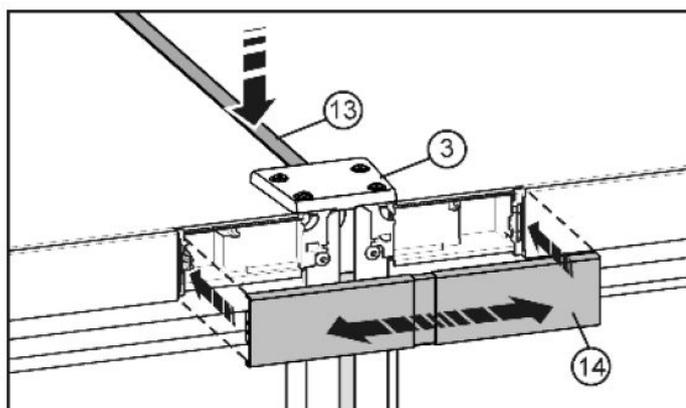

図10
- ・機器の上部に、短いカバー図10(13)を隙間に押し込みます。
カバーの前端部が接続プレート図10(3)と同一面になる事を確認します。
- ・カバー図10(14)を2つのコントロール・パネル・カバーの間の隙間の上に 留めます。